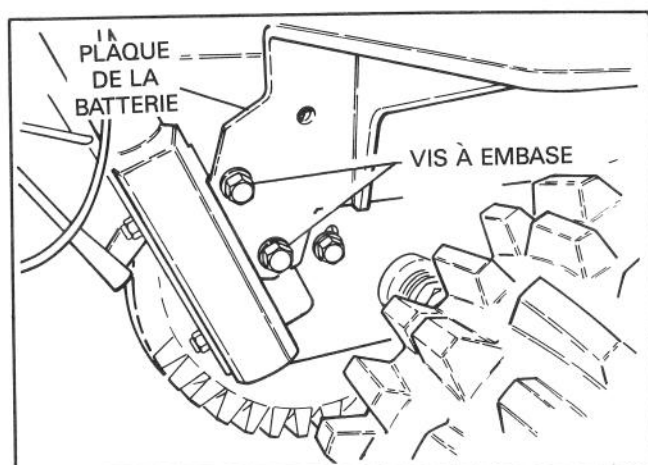

Figure 9
10. Afin de faciliter l'accès à l'intérieur, basculez l'unité d'un côté et retirez la roue droite. Fixez l'arrière de la plaque de montage de la batterie et le support de poignée au châssis du moteur à l'aide de deux vis à embase de 19 mm (3/4 po.) de long (fig. 9).